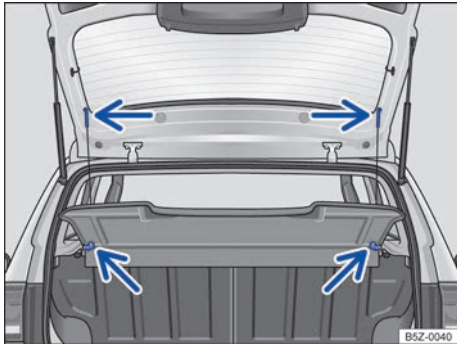

Fig. 79 En el maletero: desmontaje y montaje de la bandeja trasera.
- Desprenda los cordones de retención del soporte de la tapa del maletero ⇒ **fig. 79** (flechas superiores).
- Retire la bandeja trasera hacia atrás y hacia afuera de los soportes laterales ⇒ **fig. 79** (flechas inferiores).
- Empuje la bandeja trasera hacia adelante, introduciéndola en los soportes laterales ⇒ **fig. 79** (flechas inferiores).
- Encaje los cordones de retención en la tapa del maletero ⇒ **fig. 79** (flechas superiores).